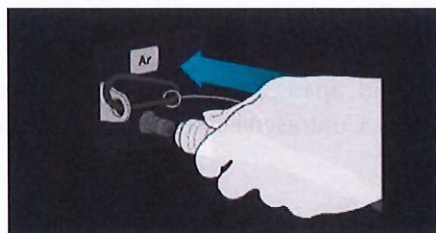

Figura 10. Conecte la línea de suministro de gas argón
4. Conecte la línea de suministro de gas argón de alta presión a la entrada de argón de la consola utilizando el conector de conexión rápida en la parte posterior de la consola (consulte la Figura 10).